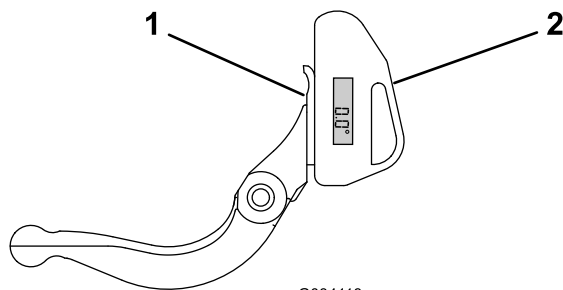

図 27
1. 図 27 に示すように、ベッドナイフの裏面に傾斜計を置く。